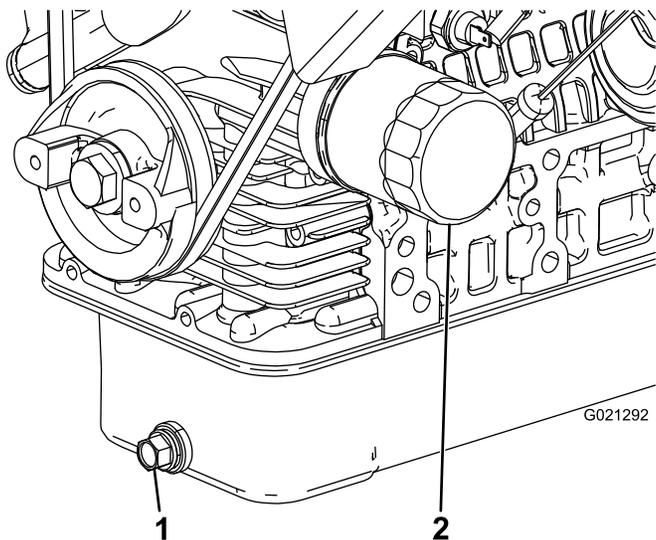

Рисунок 45
2. Снимите пробку сливного отверстия и дайте маслу стечь в сливной поддон (Рисунок 45).
4. Извлеките масляный фильтр (Рисунок 45).